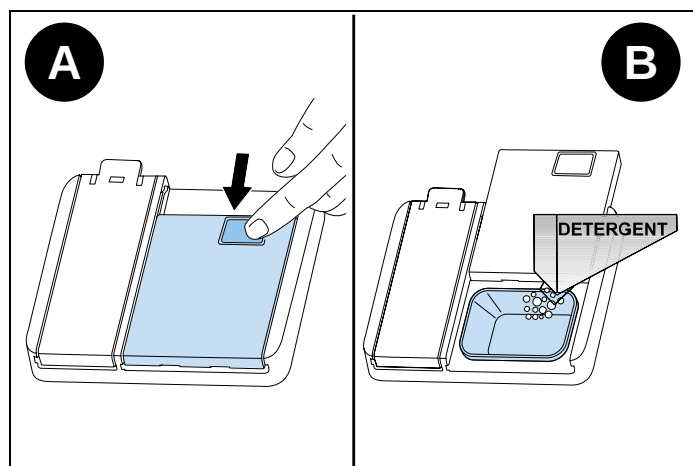

Fig. 57
- 1) Poussez le loquet pour ouvrir le distributeur de détergent, comme indiqué dans l'illustration (Fig. 57 A)
- 2) Versez/placez le détergent dans le distributeur (Fig. 57 B)